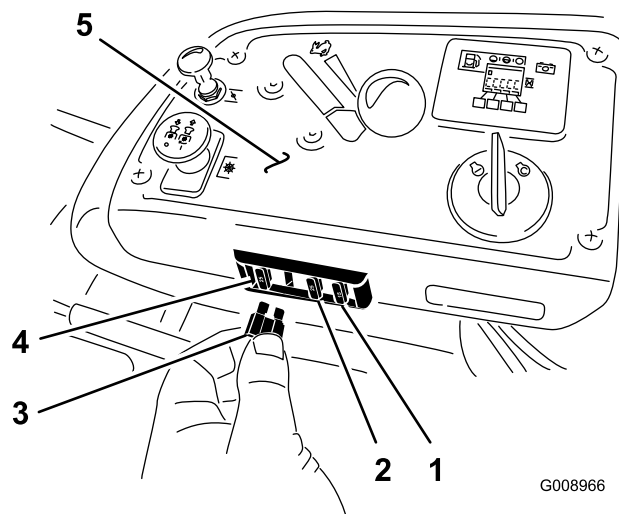

Figura 59
1. Los fusibles están situados en la consola de la derecha, junto al asiento (Figura 59).
3. Instale un fusible nuevo (Figura 59).